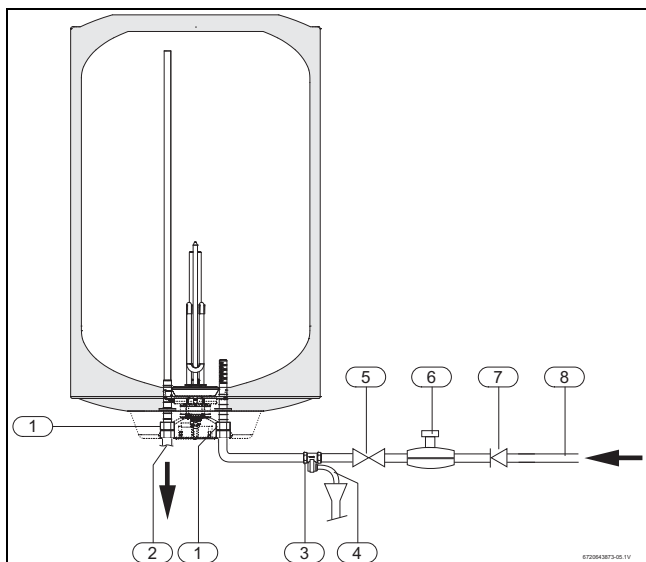

Fig. 7 Racorduri pentru apă
- ▶ Instalați supapa de siguranță la intrarea apei în boiler (→ Fig. 7).
Dacă presiunea apei la intrare este mai mare de 80% din presiunea maximă suportată de boiler, adică 6,4 bar, instalați un regulator de presiune (→ Fig. 7). Supapa de siguranță va acționa ori de câte ori presiunea apei din boiler va fi mai mare de 6,4 bar și de aceea este necesar să se prevadă o modalitate de deversare a surplusului de apă.
Pentru a se evita problemele provocate de schimbarea subită a presiunii la alimentare, se recomandă montarea unei supape de reținere în amonte de boiler (Fig. 7, [7]).